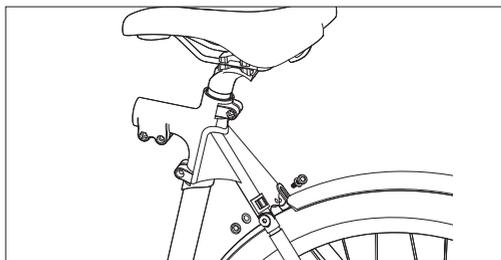

Figura 6-1
- b. Depois de alinhar o guarda-lamas com o orifício do parafuso, volte a apertar os parafusos de montagem para o fixar na junta do tubo do assento, conforme ilustrado em **Figura 6-1**.